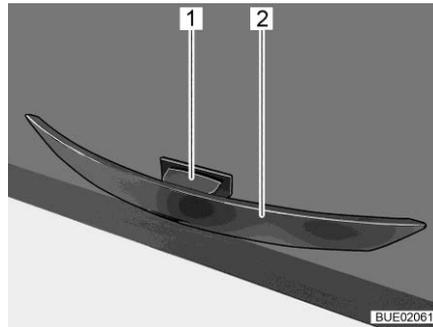

Fig. 43 Tirador con botón de desbloqueo
- Pulsar y mantener pulsado el botón de desbloqueo (Fig. 43,1).
- Tirar del tirador (Fig. 43,2) hasta que la trampilla de mueble esté abierta.